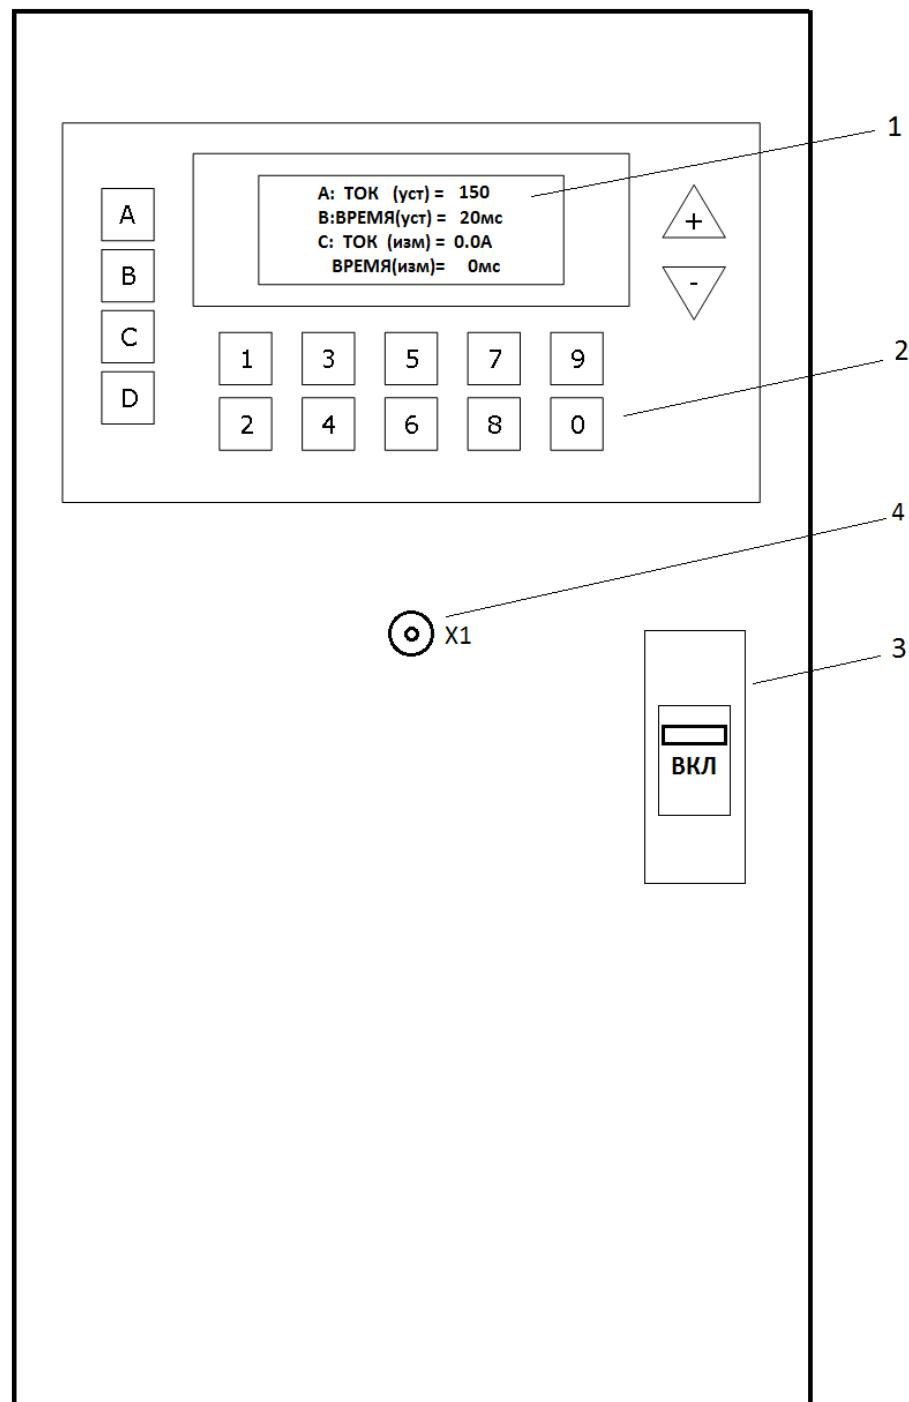

Рис.2. Передняя панель комплекта СИНУС-Т 3600А
4.3.2 Передняя панель комплекта представлена на рис.2. На ней расположены:
Внешний вид клавиатуры комплекта представлен на рис.2. Назначение клавиш клавиатуры приведено в таблице 1.
Внешний вид дисплея представлен на рис.2.